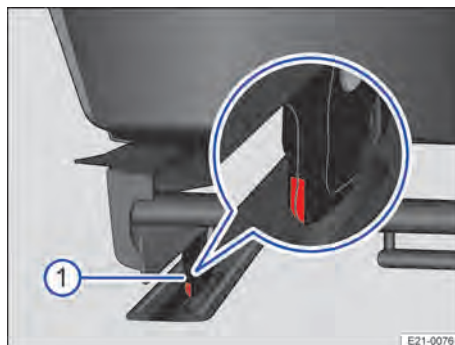

Abb. 74 Dritte Sitzreihe: Anzeige Bodenschlossverriegelung.
Der Sitz ist sicher eingerastet, wenn die rote Markierung an der Bodenschlossverriegelung → Abb. 74 ① **nicht** zu sehen ist → ⚠.